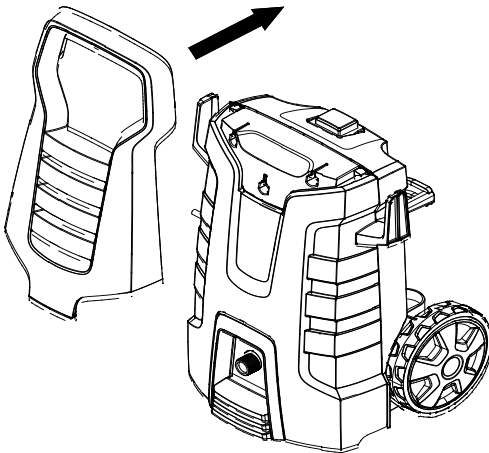

Рис. 2
8.1.1 Установите рукоятку в корпус мойки, вставив в три специальных направляющих (рис. 2)